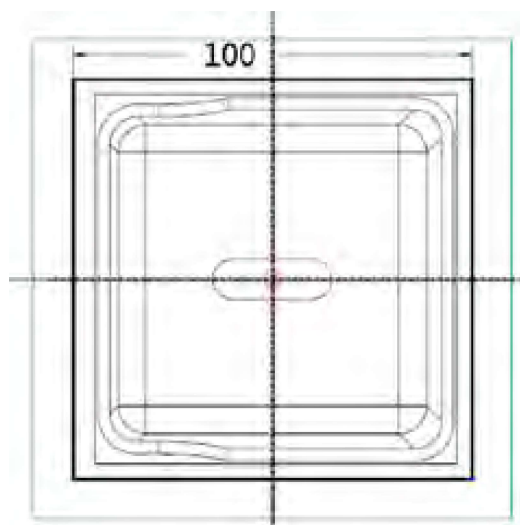

图3-9 绘制一个矩形(100mm×100mm)
Step 15 单击“矩形”按钮, 绘制一个矩形(100mm×100mm), 矩形的两条竖直边关于Y轴对称, 水平边关于X轴对称, 如图3-9中的粗线所示。